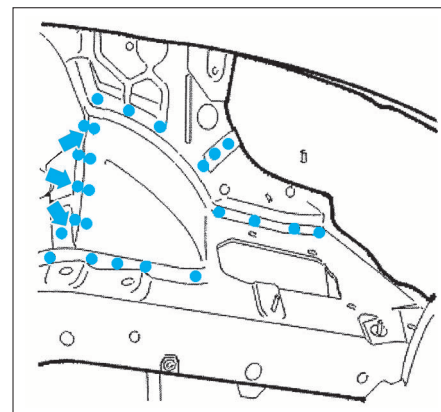

FIG. 19
- Souder par points bouchons à l'arc sous gaz protecteur suivant les flèches (Fig.19).